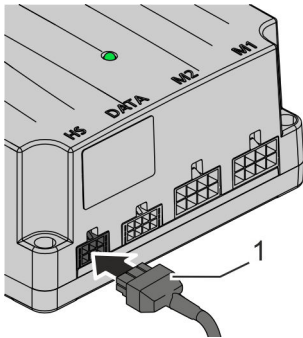

Abb. 29: Control-BUS-Kabel anschließen (Steuerung)
2. Control-BUS-Kabel (Abb. 29/1) in die Handschalterschnittstelle HS stecken.